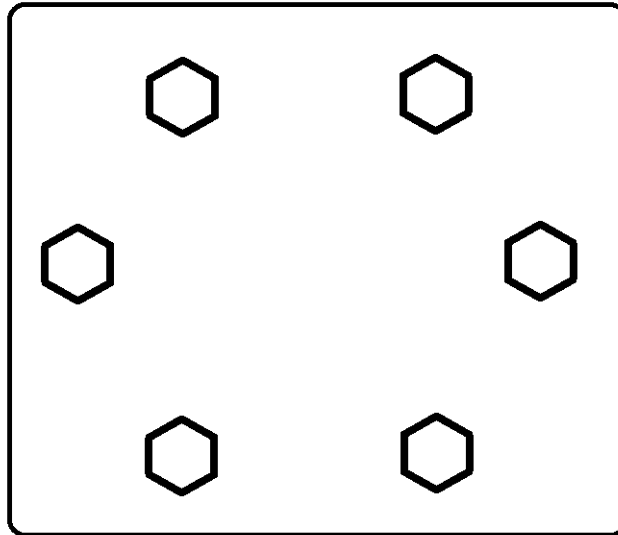
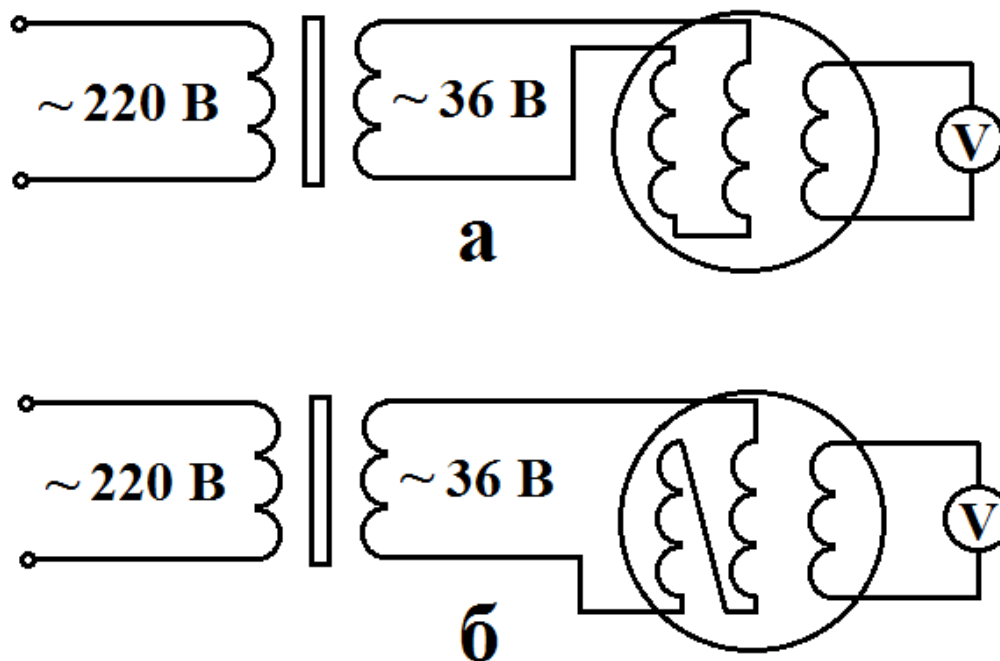

Рис. 1 Схема клеммной колодки электродвигателя.
Рис. 3. Варианты электрического соединения обмоток электродвигателя при определении «начал» и «концов» фаз методом «трансформации».
3) При помощи мультиметра (**РЕЖИМ ИЗМЕРЕНИЯ УСТАНОВЛЕН В ПОЗИЦИЮ ОММЕТР**) произвести измерение сопротивления между выводами на клеммной колодке электродвигателя, между выводами на клеммной колодке и корпусом электродвигателя. Результаты измерений занести в таблицу № 2, а расположение выводов обмоток на клеммной колодке зарисовать на схеме, рис. 1.
- 4) Для определения «начал» и «концов» фазных обмоток методом трансформации собрать электрическую схему рис. 3. Включить общее питание стенда выключателем QF_1 и питание трансформатора QF_2 . Произвести измерения. По результатам измерений присвоить маркировку фазным выводам на клеммной колодке, рис. 1. **ДЛЯ ИЗМЕРЕНИЯ НАПРЯЖЕНИЯ ИСПОЛЬЗУЕТСЯ МУЛЬТИМЕТР, В РЕЖИМЕ ВОЛЬТМЕТРА)**
- 6) Если показания амперметра при работе электродвигателя превышают значение 0,5 А, то для определения «начал» и «концов» фазных обмоток электродвигателя следует применить метод «последовательных включений», и скорректировать маркировку фазных обмоток на рис. 1.